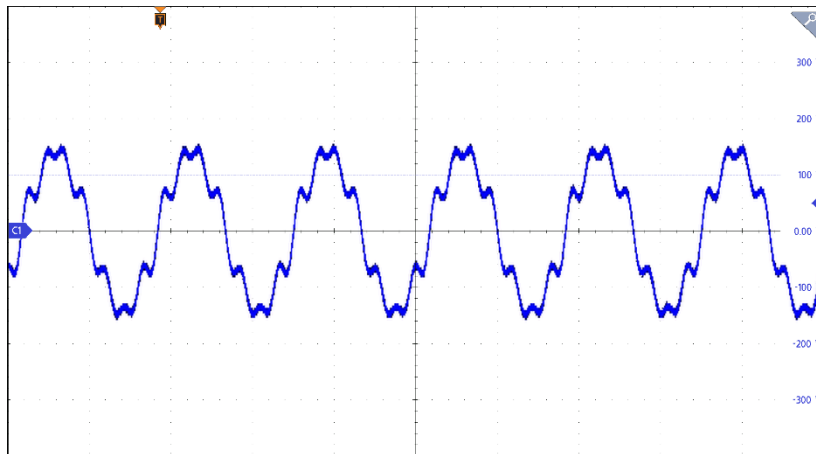

图 5-28 波形合成模式(Synthesis)设定页面(第一相设定范例输出波形)
3. 设定参数后，点击首页键 ，再点选  可触发输出，输出波形如图 5-28。